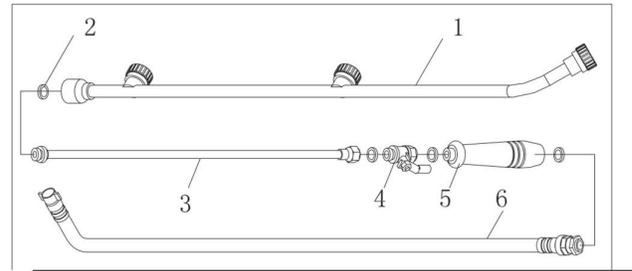

Figura 1
5.1.1 Conexión de las piezas de pulverización. Antes de comenzar, todas las conexiones deben ser correctas, el método es el de la Figura 1.